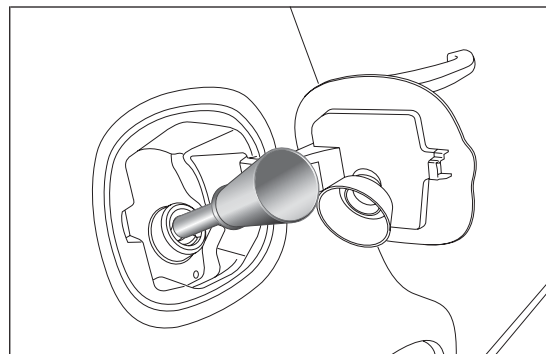

fig. 120
- ☐ inserire l'adattatore nel bocchettone, come indicato in fig. 120 e procedere al rifornimento;